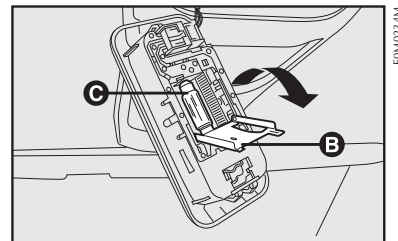

fig. 32
- Abrir a portinhola **B-fig. 32** no sentido da seta;
- Substituir a lâmpada **C-fig. 32** exercendo uma pressão com a própria lâmpada para o lado da mola;
- Fechar a portinhola **B-fig. 32**, pressionando-a;